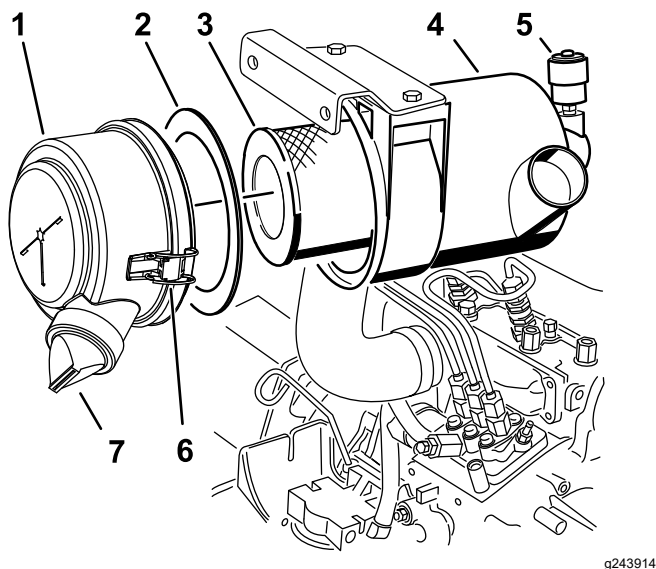

Figure 32
3. Faites l'entretien du filtre à air (Figure 32).